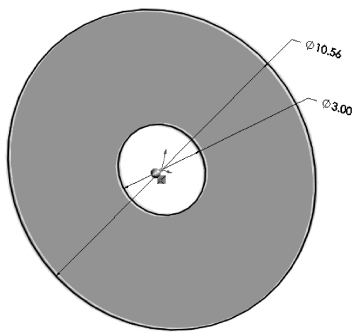

图 12-19 拉伸特征
2) 单击【特征】工具栏中的（拉伸凸台/基体）按钮，在【属性管理器】中弹出【凸台-拉伸】属性设置。在【方向 1】选项组中，设置【终止条件】为【两侧对称】，（深度）为 8.53186mm，单击（确定）按钮，生成拉伸特征，如图 12-19 所示。